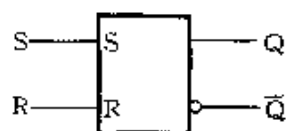

图 2-359
① RS 触发器即复位 - 置位触发器, 是最简单的基本触发器, 也是构成其他复杂结构触发器的组成部分之一。RS 触发器的电路符号如图 2-359 所示, 它有两个输入端: 置“1”输入端 S、置“0”输入端 R; 有两个输出端: 输出端 Q 和反相输出端 \bar{Q} 。RS 触发器真值表见表 2-24。